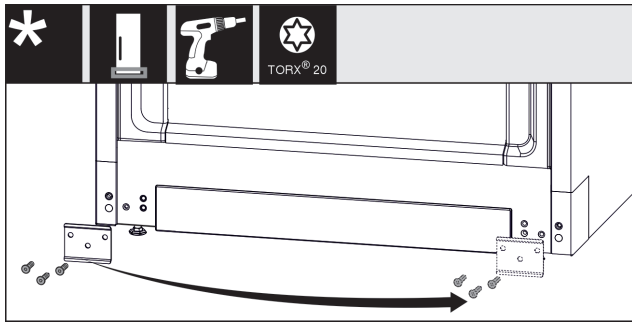

Fig. 15
- Blech Fig. 15 (1) abschrauben, auf die andere Seite umsetzen und wieder anschrauben.